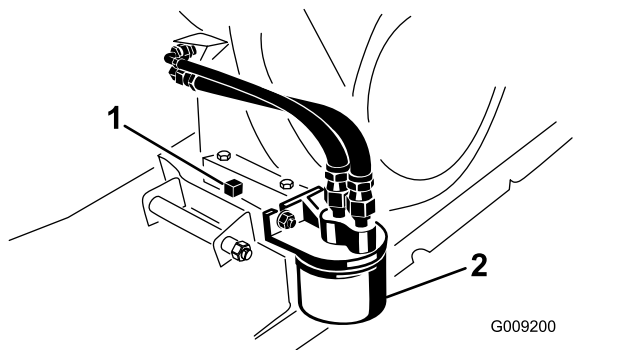

Figura 33
6. Aezai o tavă de golire sub bușonul de golire (Figura 33).
7. Îndepărtați bușonul de golire și garnitura (Figura 33).
2. Demontați filtrul de ulei existent (Figura 33).
4. Înurubați filtrul nou pe adaptorul filtrului, până când garnitura intră în contact cu placa de montare, apoi rotiți filtrul încă $\frac{1}{2}$ - $\frac{3}{4}$ de tură (Figura 33).